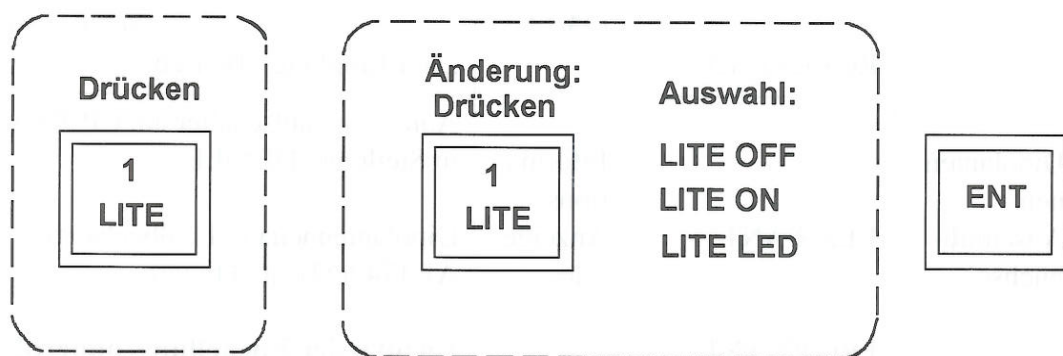

Bild 45
1) Einschalten der Überwachungsanzeigen-Beleuchtung (Bild 45):
- 2) Einschalten der Hintergrund- und Überwachungsanzeigen-Beleuchtung (Bild 45):
- 3) Ausschalten der Beleuchtung (Bild 45):